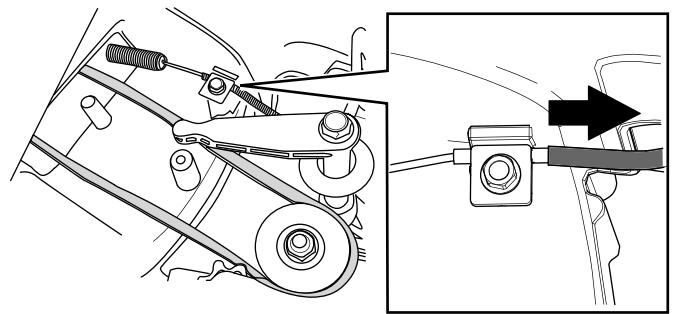

Figura 35
6. Trageți mantaua cablului pentru a elimina jocul (Figura 35).